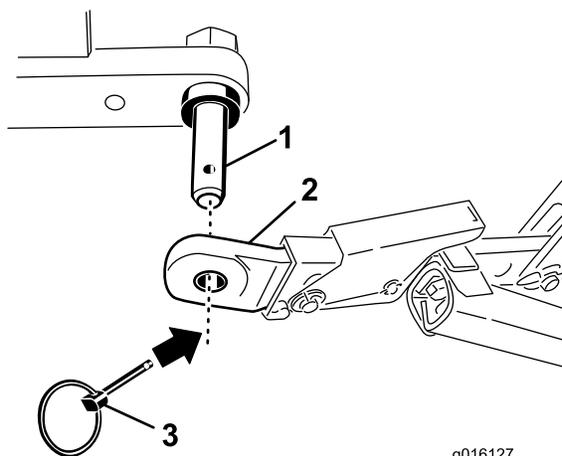

Рисунок 3
4. Прикрепите рычаги нижней тяги к монтажным пальцам аэратора с помощью шплинтов (Рисунок 3).